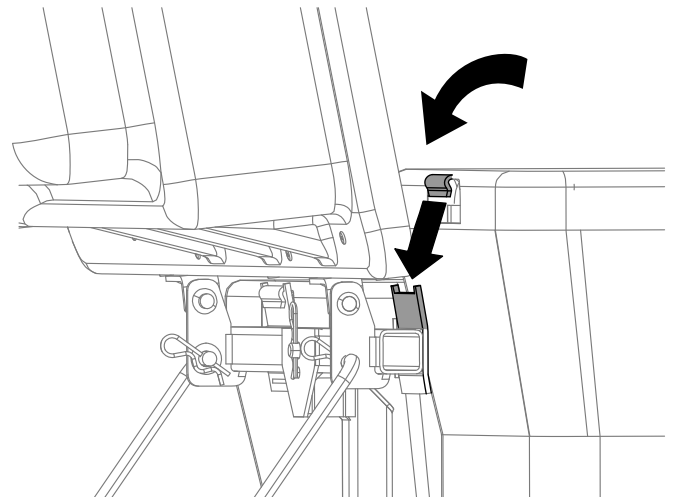

Figure 21
4. Soulevez le couvercle et installez les bacs en glissant les crochets de l'armature sur les pattes de retenue (Figure 21).